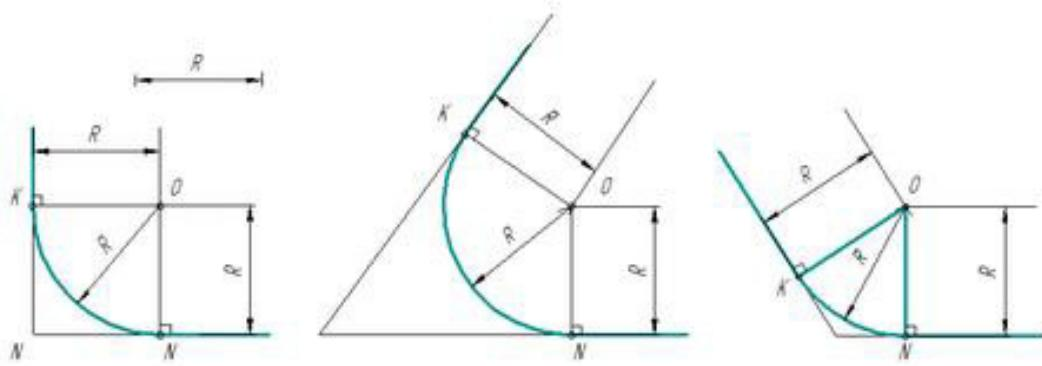

Рисунок 31
1. Для нахождения центра сопряжения проводят вспомогательные прямые, параллельные данным на расстоянии равном радиусу R . Точка пересечения этих прямых т.О будет центром дуги сопряжения (рис.31).